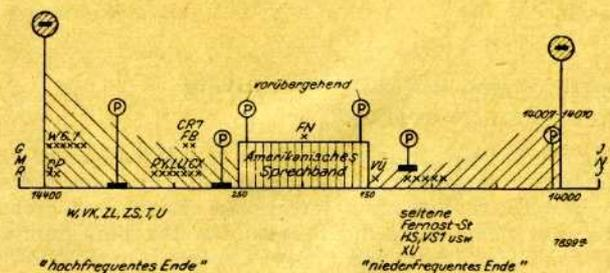

Abb. 1
3. Nach dem CQ-Ruf muß das Absuchen des Bandes planmäßig geschehen, besonders bei Wettbewerben. Trotz der starken Besetzung der Bandenden, die in der Abbildung 1 durch Schraffur angedeutet ist, sucht man dort zweckmäßig zuerst, denn die Wahrscheinlichkeit, dort Antwort zu finden, ist am größten, man findet den Anruf schnell und hat Zeit, das Rufzeichen herauszulesen. In den weniger gestörten Teilen sucht man zuletzt, da man dort das Rufzeichen des „Gegners“ meist schon beim erstenmal ausmachen kann. Eine einmal angenommene Suchrichtung wird zweckmäßig beibehalten. Die „Gegner“ haben sehr bald heraus, in welcher Richtung man dreht, und richten ihre Anrufe entsprechend ein. Diese Praxis befolgen besonders die USA-Amateure. Im gewöhnlichen QSO-Betrieb, wo man wenig Störungen haben will, ist es dagegen zweckmäßiger, erst die „ruhigen Teile“ der Bänder abzusuchen. Vielfach setzen sich die „Gegner“ in die Nähe der eigenen Sendefrequenz.
Lange Hörtätigkeit hat Abb. 1 ergeben, wo bevorzugte Frequenzen verschiedener Länder aufgetragen sind. Ausnahmen bestätigen natürlich die Regel. Dort sind einige „Parkschilder“ eingezeichnet, die andeuten sollen, welche Teile des 14-MHz-Bandes für uns vorteilhaft sind. Es zeigt sich, daß die so sehr bevorzugten Bandenden wegen der Überbesetzung gerade unvorteilhaft sind. Außerhalb 14 000 bis 14 400 ist striktestes „Parkverbot“! GMR liegt immer mindestens 15 kHz außerhalb! Man vermeide strikt, mit Amateuren zu arbeiten, die zweifelsfrei außerhalb der Bänder senden, denn man unterstützt sonst eine unfaire und verbotene Handlung.